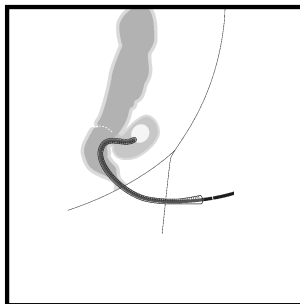

Fig. 2
8. Introduceți endoscopul și supra-tubul (sau rectoscopul sau proctoscopul) cu atenție în canalul anal, folosind un lubrifiant adecvat, și plasați-le la nivelul cavității cu scurgeri (Fig. 2).